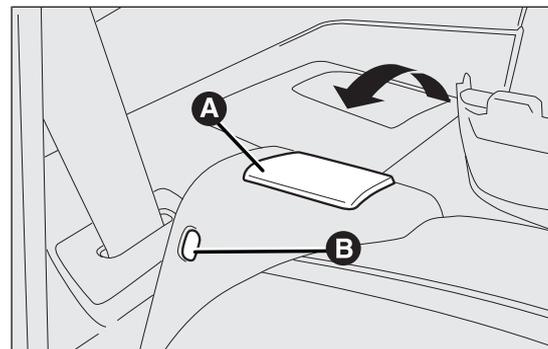

fig. 72
- ❑ *pour les versions avec siège arrière dédoublé* : soulever le levier A fig. 72 de retenue du dossier et le rabattre en avant afin d'obtenir un compartiment de charge uniforme. Le soulèvement du levier est signalé par une « bande rouge » B fig. 72 ;